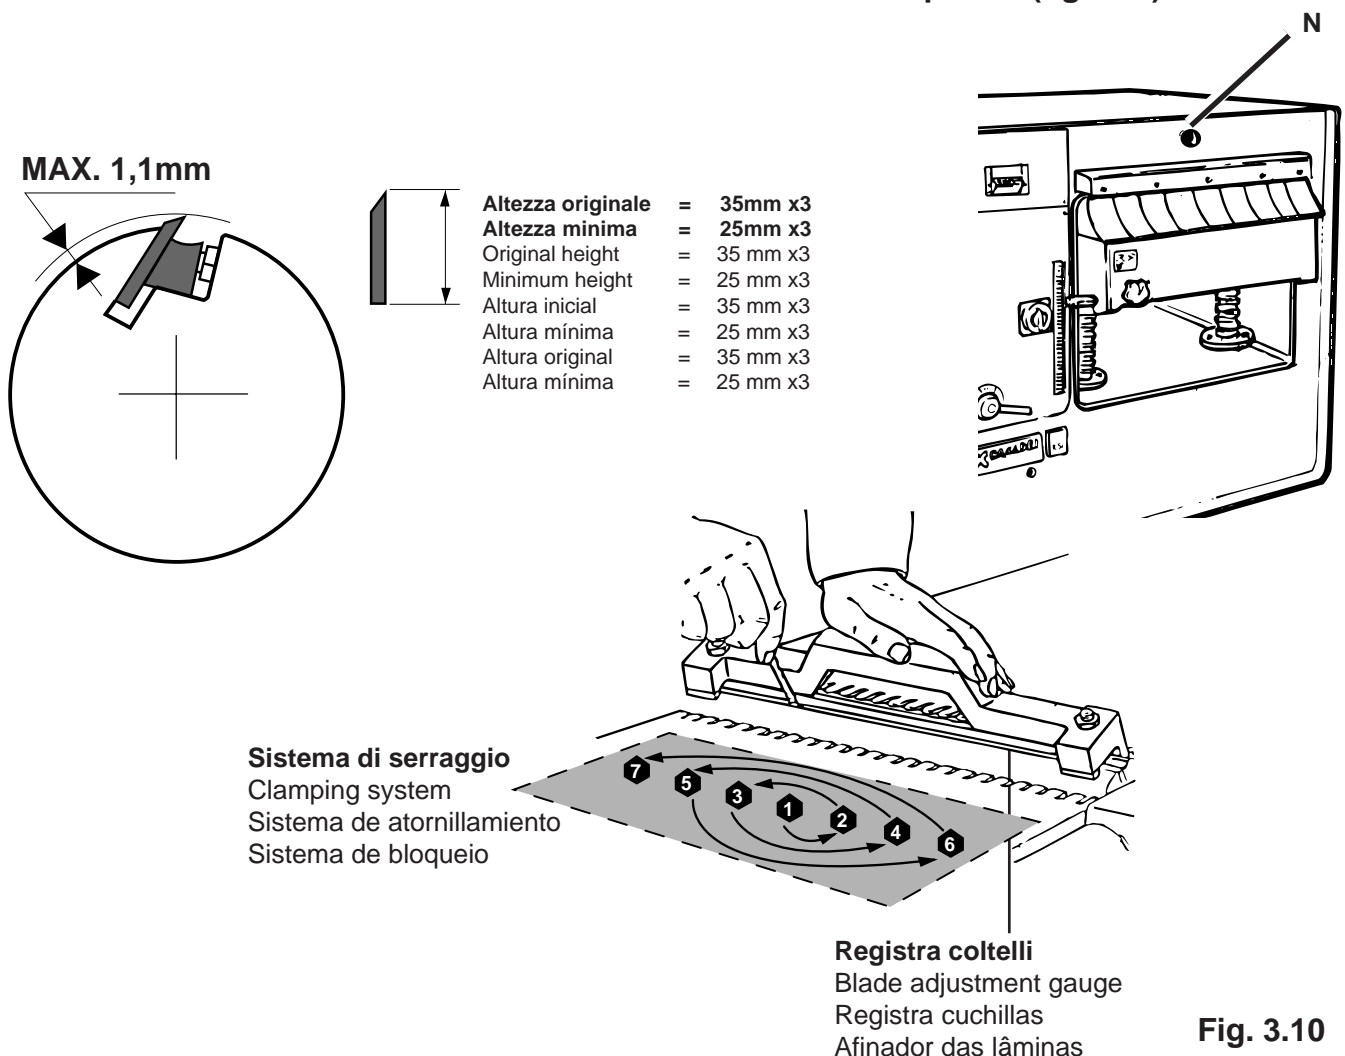

Fig. 3.10
- Aprire lo sportello superiore agendo sul pomello N fig.3.10.
- Montare il nuovo coltello, mantenendolo in posizione con l'ausilio del "REGISTRA COLTELLI" in dotazione alla macchina(fig.3.10).
- Premere sul "REGISTRA COLTELLI" (fig.3.10), avendo cura di inserire le due spine di riferimento fra controferro e albero pialla, finchè non poggerà sullo stesso.
- Unire le viti del controferro partendo da quella centrale, procedendo poi, per le altre, come indicato in fig.3.10.
ATTENZIONE: Questo valore non deve mai essere superato (fig.3.10).
- Turn the knob (N, fig. 3.10) to open the upper door.
- Install the new blade, keeping it in place by using the "ADJUSTMENT GAUGE" supplied with the machine (fig. 3.10).
- Push on the "ADJUSTMENT GAUGE" (fig. 3.10). Make sure the two reference pins are inserted between the wedge and the cutterhead so that the blade can be securely held in place.
- Slightly tighten the wedge mounting screws, starting from the middle one and then the others, as illustrated in fig. 3.10.
WARNING! Never exceed this value (See fig. 3.10)
- Instalar la nueva cuchilla, manteniéndola en posición con ayuda del "REGISTRAS CUCHILLAS" asignado a la máquina (fig. 3.10).
- Presionar el "REGISTRA CUCHILLAS" (fig. 3.10), teniendo cuidado de insertar las dos clavijas de referencia entre el tope de hierro y el eje del cepillo, hasta que se apoye sobre el mismo.
- Unir los tornillos del tope de hierro a partir del tornillo central, procediendo después, con los otros, como se indica en la fig. 3.10.
ADVERTENCIA: Este valor no debe ser superado. (Fig. 3.10).
- Abrir a portinhola superior actuando com o manípulo N fig.3.10.
- Montar a nova lâmina mantendo-a em posição com o auxílio do "AFINADOR DAS LÂMINAS" que vem a acompanhar a máquina (fig.3.10).
- Colocar os parafusos do calço partindo do do centro continuando depois para os outros como se indica na fig. 3.10.
ATENÇÃO: Esta valor não deverá nunca ser superado.(fig.3.10).
- Aprire lo sportello superiore agendo sul pomello N fig. 3.10 pag.52.
- Turn the knob (N, fig. 3.10, pag. 52) to open the upper door.
- Abrir la puerta superior girando la perilla N fig. 3.10 pág.52.
- Abrir a portinhola superior actuando sobre o manípulo N fig.3.10 pág.52.